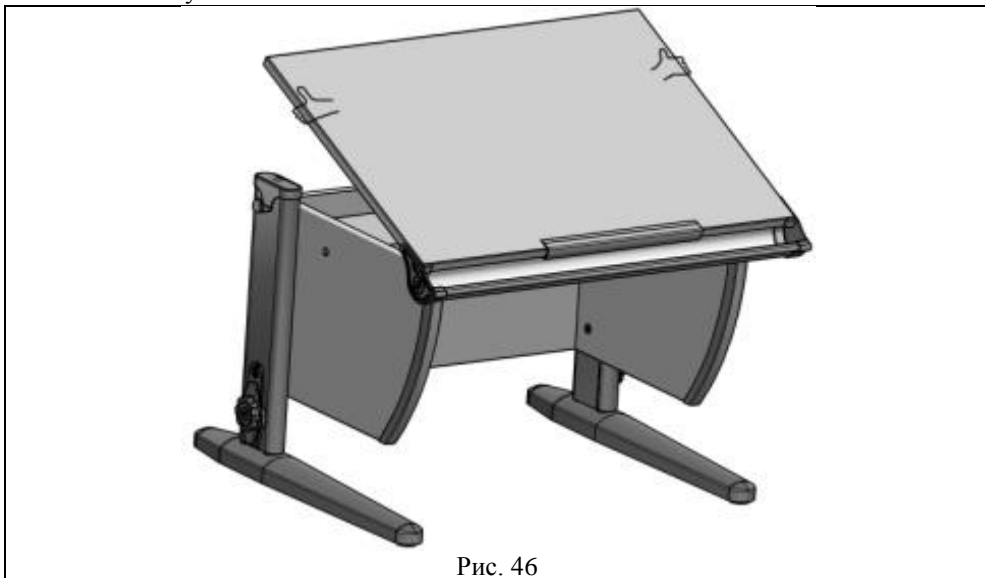

Рис. 46
5.5.1. Приподнять столешницу (держась за дальний левый или правый угол столешницы) на нужный угол наклона. (См. рис. 46)